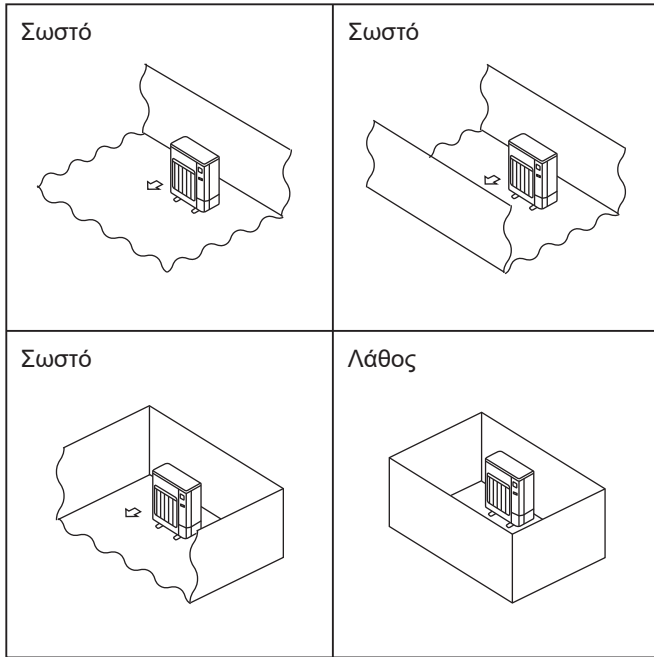

Fig. 2-2
- Ⓢ Εγκαθιστάτε τις εξωτερικές μονάδες σε χώρους όπου τουλάχιστον μία από τις τέσσερις πλευρές είναι ανοικτή και σε επαρκώς μεγάλους χώρους χωρίς συμπίεσις. (Fig. 2-2)